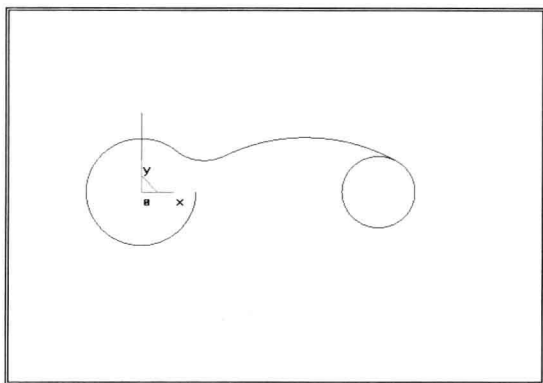

图 1-2-6 手柄图形绘制（五）
8) 单击菜单【造型】→【曲线生成】→【直线】命令，或直接单击按钮，在立即菜单中选择“两点线”、“单个”、“正交”、“点方式”，按状态栏提示拾取坐标原点为正交线第一点，拖拽光标向上移动，单击鼠标左键，生成一条直线，绘图结果如图 1-2-6 所示。